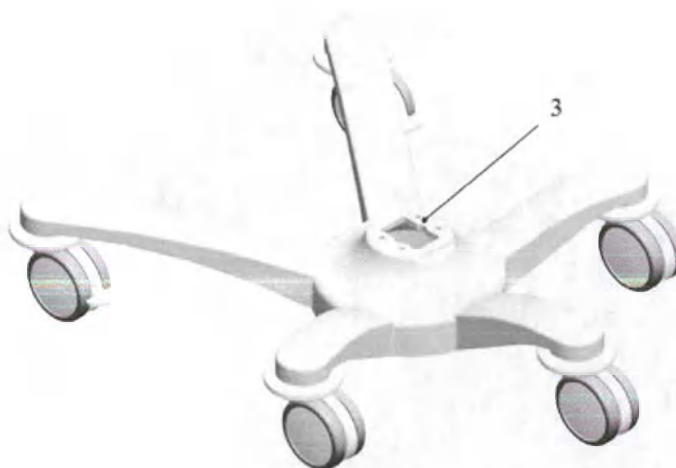

Рисунок 3 - Основание стойки прибора на колесах
- б) установить нижнюю часть стойки, используя четыре винта, на пятилучевое основание (рисунок 3), как показано на рисунке 6 (стрелки 1 и 2);